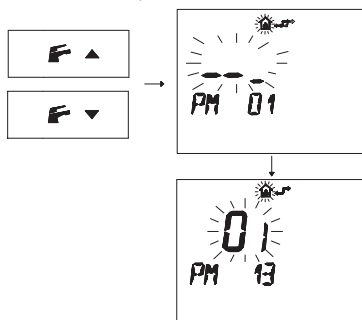

Рисунок 5.59
- Нажмите кнопки **F** **▲** и **F** **▲**, чтобы вывести на дисплей параметр **"PM13"** режима насоса (Рисунок 5.59).